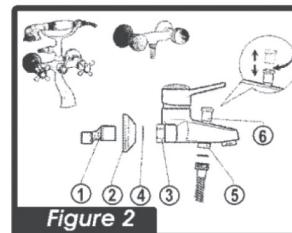

Figure 2
- Douche / Bain-douche mural Figure 2
- Bain-douche monotrou Figure 2 bis
Figure 2 bis